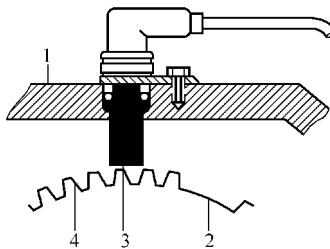

图 5-56 曲轴位置传感器结构示意图
**学习提示:** 曲轴位置传感器安装在曲轴箱内靠近离合器一侧的缸体上, 结构及安装部位如图 5-56 所示, 主要由信号发生器和信号转子组成。